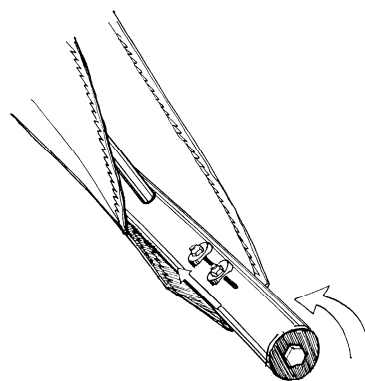

Рис.3
2.1.5. Вращайте болт натяжителя, который расположен по оси боковой трубы до тех пор, пока люверсы для 6-мм болтов не совпадут с соответствующими отверстиями на скобе натяжителя, которую видно в пазах трубы (Рис.3).